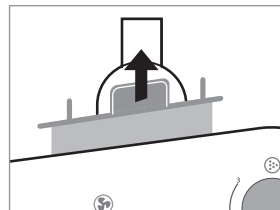

Рис. 1
1. Извлеките аэрозольную камеру из основного блока прибора, держа ее за выступы на крышке аэрозольной камеры (рис. 1).